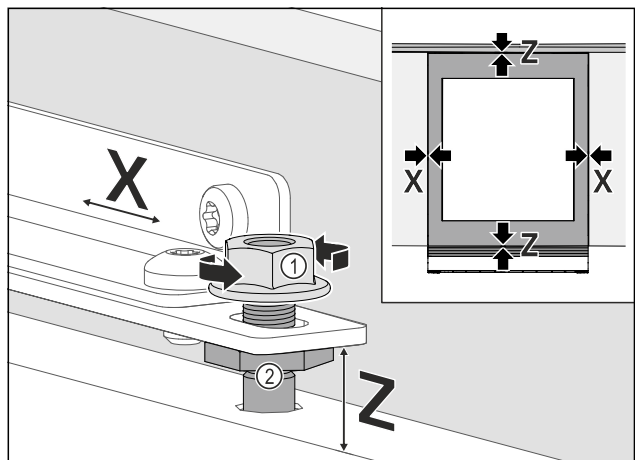

Fig. 94
- ▶ Indjuster møbeldøren i siden: Løsn kontramøtrikkerne Fig. 94 (1), forskyd møbeldøren i X-retning.
- ▶ Spænd kontramøtrikkerne Fig. 94 (1).
- ▶ Indjuster møbeldøren i højden Z og i sidehældningen: Indstil justeringsboltene Fig. 94 (2).